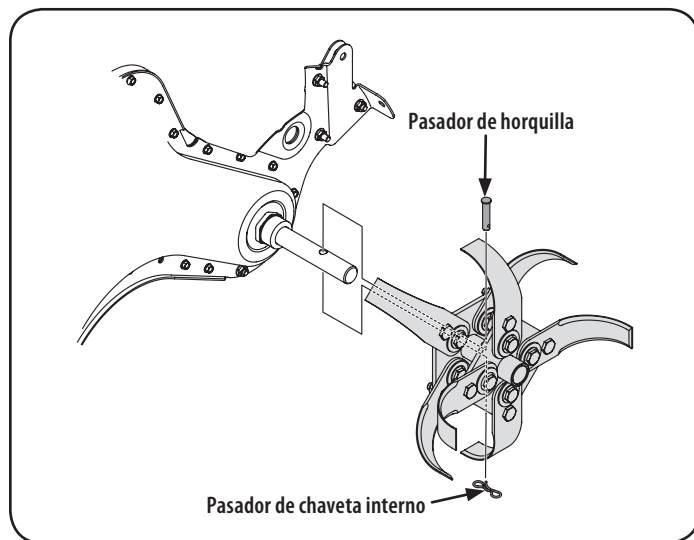

Figura 29
3. Para retirar un conjunto de dientes, simplemente saque la chaveta de retén interna que sujeta la chaveta de horquilla. Vea la Figura 29.